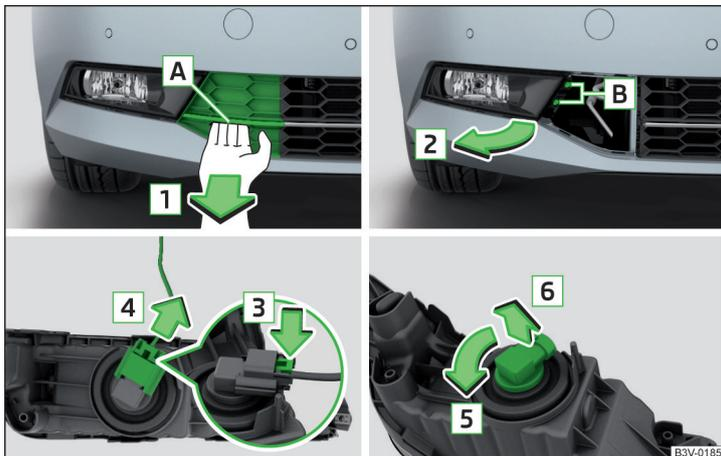

Abb. 365 Nebelscheinwerfer herausnehmen / Glühlampe wechseln
- › Die Finger in die Öffnung **A** einführen und das Gitter durch Ziehen in Pfeilrichtung **1** » Abb. 365 herausnehmen.
- › Den Nebelscheinwerfer entgegen der Pfeilrichtung **2** » Abb. 365 einsetzen und festschrauben.